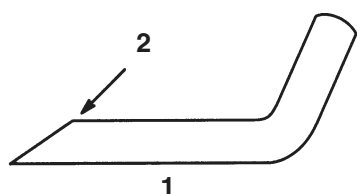

Figure 82
3. Examiner l'état des tranchants de toutes les lames. Les affûter s'ils sont émoussés ou ébréchés. Affûter seulement la face supérieure du tranchant et conserver l'angle de coupe d'origine pour obtenir une coupe nette (Fig. 82). La lame reste équilibrée si les deux tranchants sont affûtés de la même